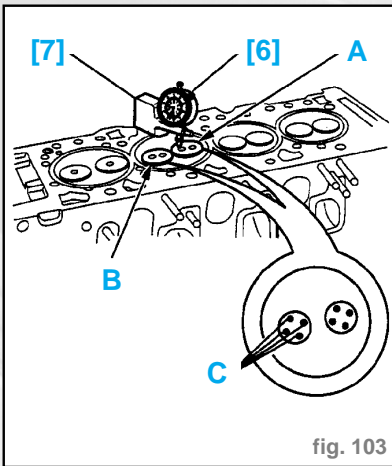

fig. 103
- Contrôler le dépassement des soupapes par rapport au plan de joint de culasse (4 points de contrôle (C)) : (fig. 103).